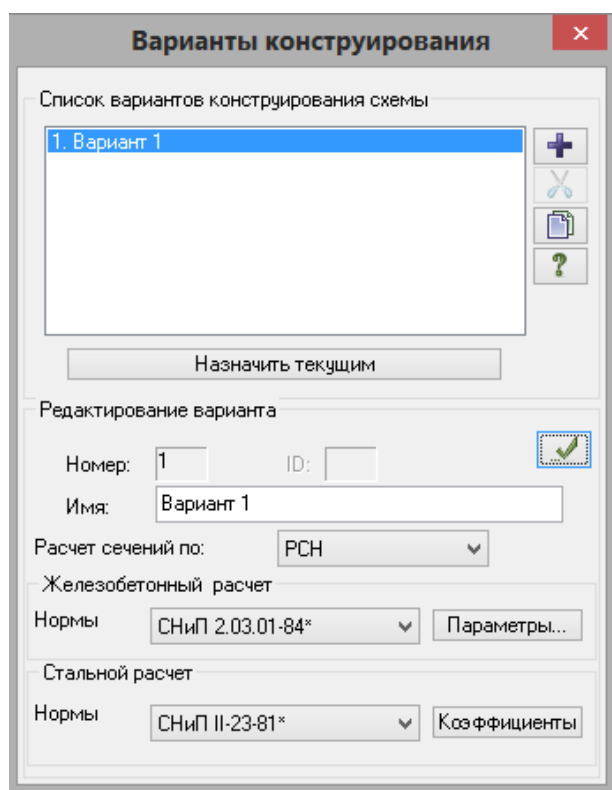

Рис.3.8. Диалоговое окно **Варианты конструирования**
- Вызовите диалоговое окно **Варианты конструирования** (рис.3.8) щелчком по кнопке  – **Варианты конструирования** (панель **Конструирование** на вкладке **Создание и редактирование**).